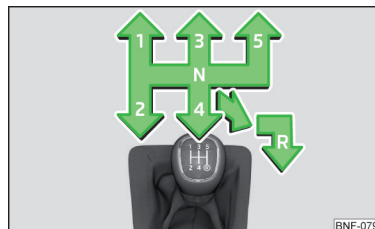

Fig. 91
Skiftediagrammet for de enkelte gear er vist på gearstangen » Fig. 91.
- Tryk gearstangen ned, placer den helt til højre, og skub den derefter bagud til **R**-positionen » Fig. 91.